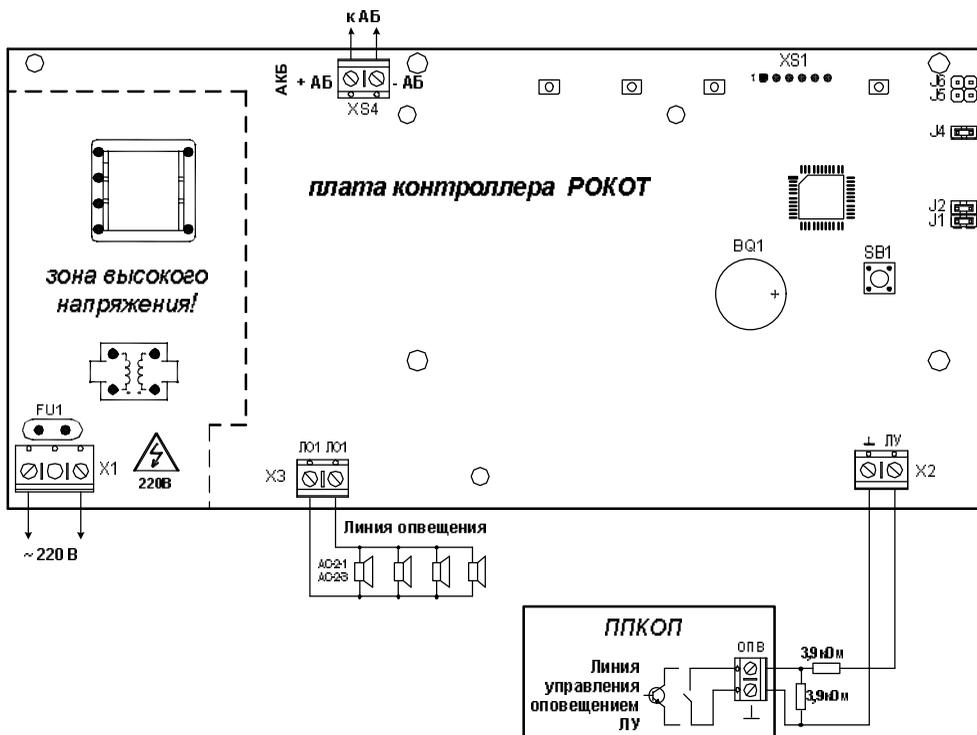

Рис. 1 Схема внешних подключений прибора «Рокот»
Вход в режим возможен из дежурного режима при длительном (более 4 секунд) нажатии кнопки «ТЕСТ». Для защиты от несанкционированного доступа посторонних лиц предусмотрена блокировка кнопки «ТЕСТ» с помощью перемычки J1, размещенной на плате контроллера прибора (см. рис. 1). При замкнутой перемычке J1 переход в тестовый режим заблокирован.
ВНИМАНИЕ! На плате контроллера прибора на участке, показанном на рис. 1 штриховой линией присутствует напряжение ~220 В.
В источнике питания прибора используется самовосстанавливающийся предохранитель FU1 (рис.1).
Схема подключения к прибору ЛО и АС приведена на рис. 1 раздела 10.
Переключки, позволяющие выбрать тактики использования линий управления и оповещения, установлены на плате контроллера прибора (см. рис.1) и доступны после вскрытия его корпуса.
- К клеммам «220В» платы прибора подсоедините кабель сетевого питания (см. рис.1). Подключите прибор к сети ~220 В 50 Гц. Индикатор «Сеть/Резерв» должен загореться зеленым цветом.